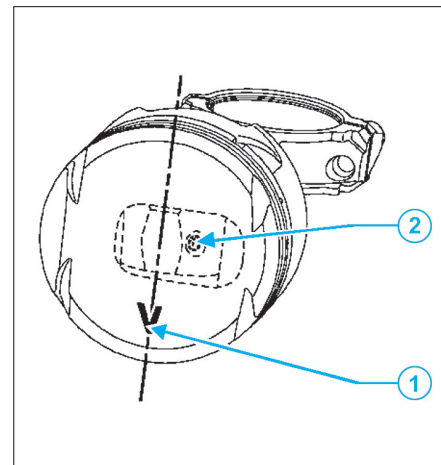

FIG. 37
Mettre le marquage "Λ" (1) vers le bas et le trou de graissage (2) du pied de bielle à droite de l'axe vertical (fig. 37).